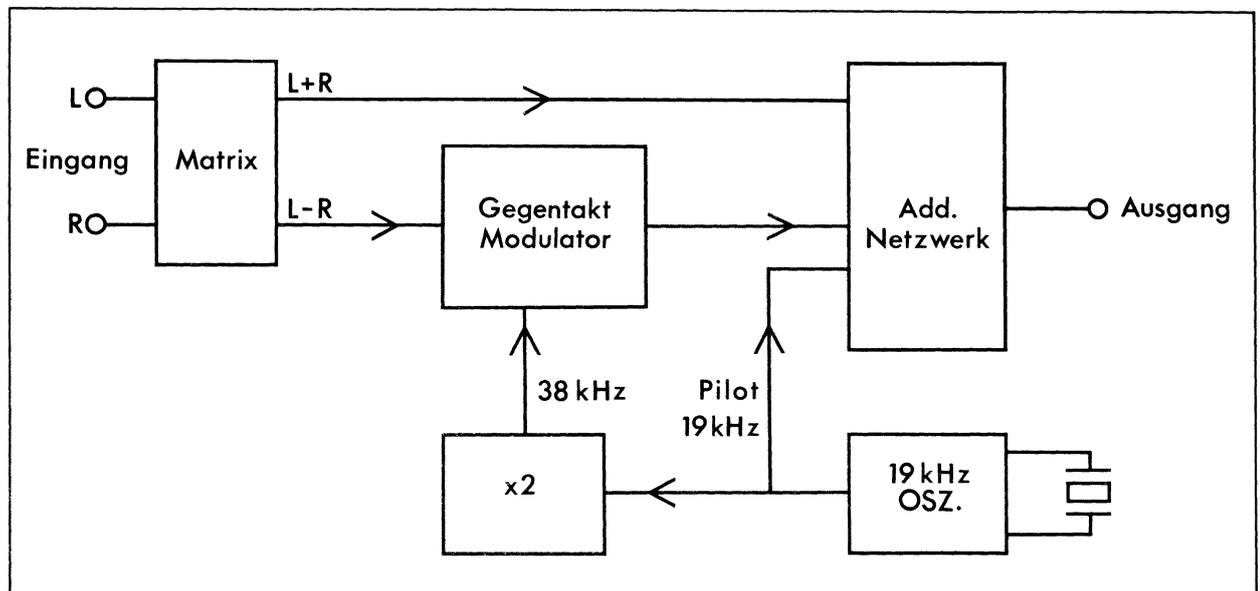

Abb. A2. Das Matrix-Prinzip
Abb. A2 zeigt das Matrix-Prinzip. In einer Matrixschaltung wird Summe ( $L + R$ ) und Differenz ( $L - R$ ) des linken (L) und rechten (R) Signales gebil-